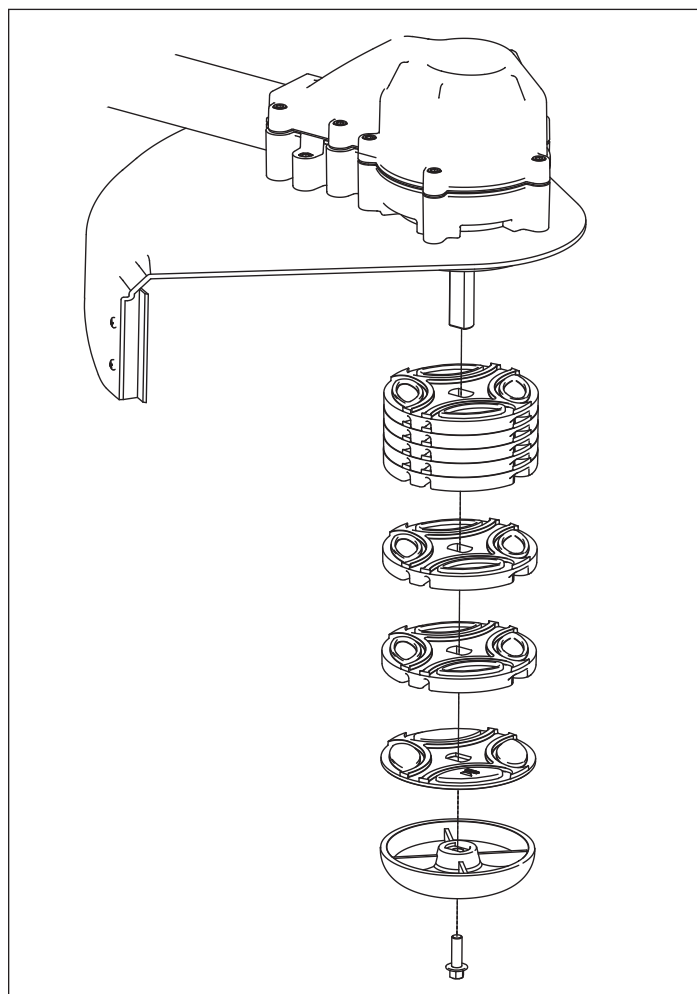

Figure 5
6. Pour retirer le fil de coupe, le tirer par le nœud pour l'extraire complètement. Si le fil se coince, utiliser une pince pour saisir le nœud et tirer sur le fil ou démonter les disques de la tête de coupe comme illustré à la **FIGURE 5** pour pouvoir dégager le fil de coupe.